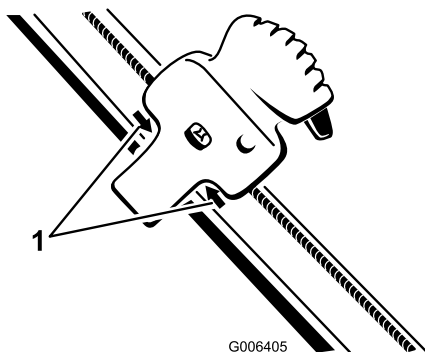

**Figure 30**
- Desserrez les serre-câble des deux câbles de commande Quick Shoot (Figure 30).